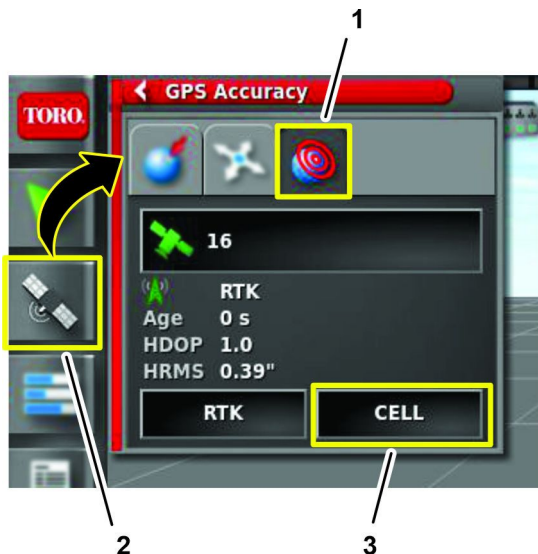

图 244
- 在 GeoLink 控制台上按 GPS 信息图标图 244。